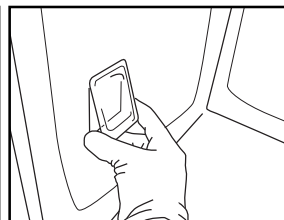

Fig. 9
5. Sätt tillbaka lampskyddet och tryck det mot väggen för att det skall fästa korrekt (fig. 9).